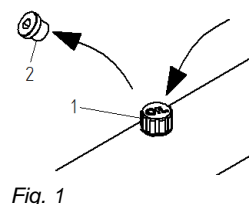

Fig. 1
- Remplacez la vis d'obturation (2) avec le bouchon d'aération (1) (voir Fig. 1)